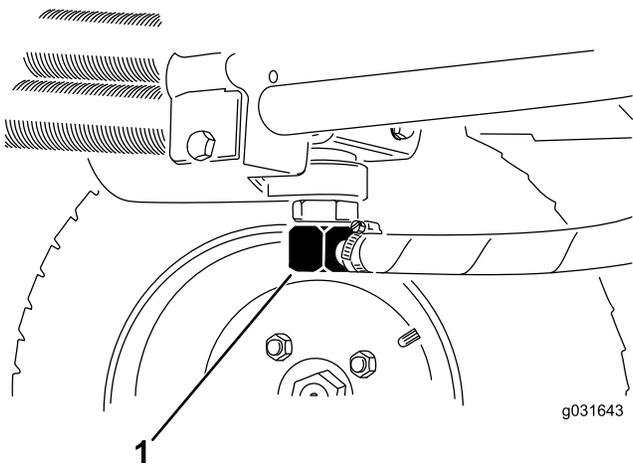
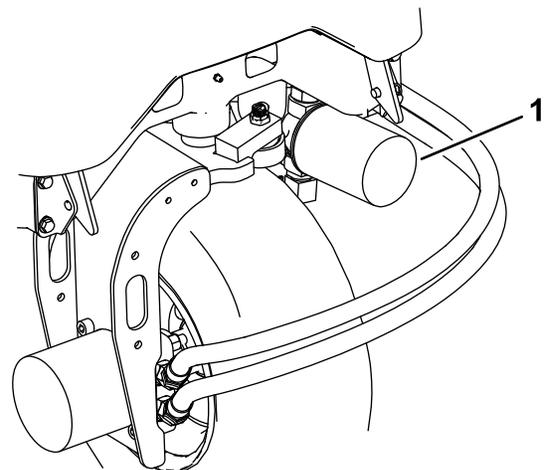

Figura 64
Figura 66
2. Desconecte as linhas hidráulicas ou retire o filtro hidráulico e deixe que o fluido hidráulico esorra para dentro de um recipiente de escoamento (Figura 66 e Figura 64).
3. Instale as linhas hidráulicas quando o fluido parar de escorrer (**Figura 64**).
3. Limpe em torno da área de montagem do filtro, coloque um recipiente de escoamento debaixo do filtro e retire o filtro (**Figura 66**).